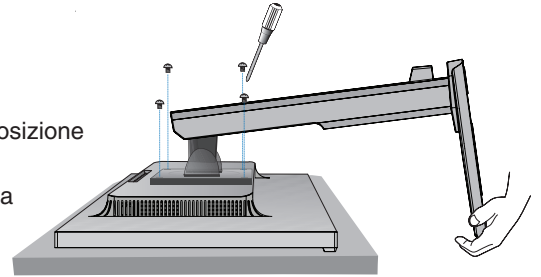

Figura S.1
3. Sistemare il monitor rivolto verso il basso su una superficie non abrasiva (**Figura S.1**).
4. Togliere le 4 viti che fissano il supporto al monitor (**Figura S.1**).